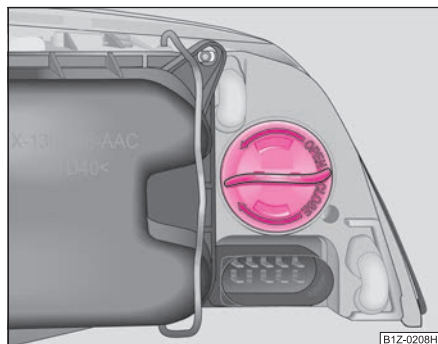

Fig. 229 Demontarea becului cu incandescență al luminii de semnalizare din față
- Rotiți soclul în sensul săgeții **OPEN (deschis)** și scoateți-l împreună cu becul luminii de semnalizare ⇒ fig. 229.